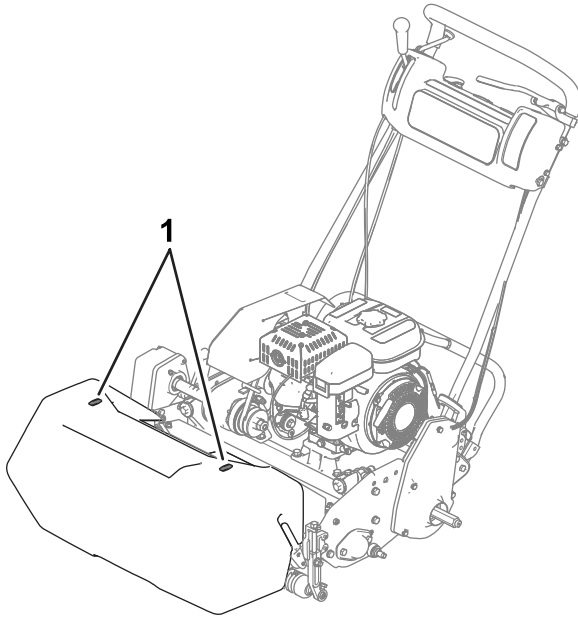

图20
- 为帮助剪草机保持在果岭上的直线操作且和上一道剪草边缘的距离保持均衡应使用集草斗上的对准条 图20。